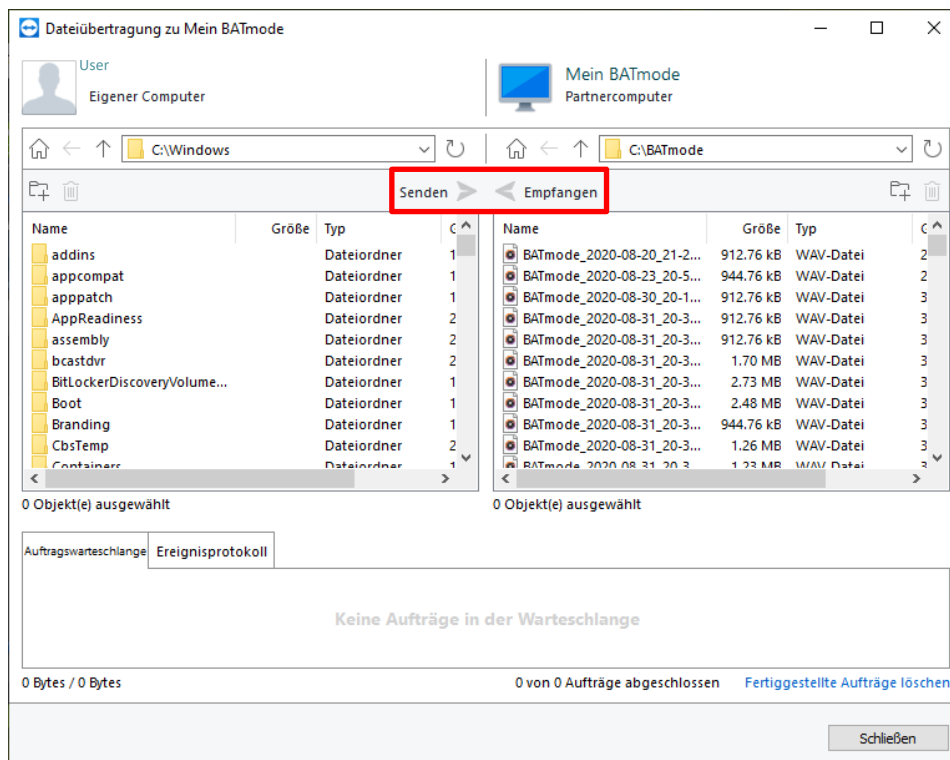

Abbildung 26: Dateiübertragung von Ihrem BATmode-System
11. Möchten Sie ausschließlich Dateien übertragen (wenn beispielsweise die Internetverbindung für eine graphische Übertragung zu langsam ist), können Sie die *Dateiübertragung* starten, indem Sie in TeamViewer auf Ihrem PC oder Laptop die *Dateiübertragung* unterhalb der *Partner-ID* aktivieren und auf *Verbinden* klicken. Anschließend werden Sie wieder nach dem Passwort (siehe Schritt 5) gefragt und die *Dateiübertragung* wird gestartet (siehe Abbildung 26: Dateiübertragung von Ihrem BATmode-System).